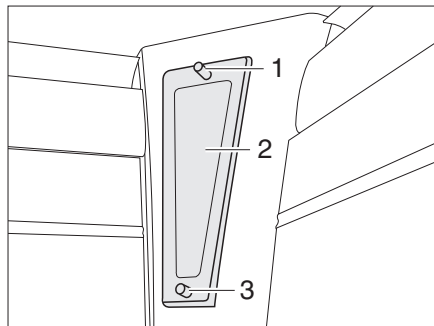

Fig. 171 Eclairage indirect
- Dévisser les vis de fixation (Fig. 171,1) du cache (Fig. 171,2).